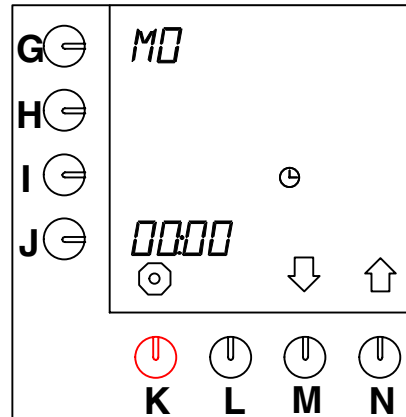

Abb. 42 Aktueller Tag und aktuelle Zeit
- Drücken Sie auf die Wahl Taste (N.)↑, bis Abb.42 (Aktueller Tag und aktuelle Zeit) im Display erscheint.
- Die Position für die Stunden beginnt neben der Programmier Taste zu blinken (Abb.42 ).